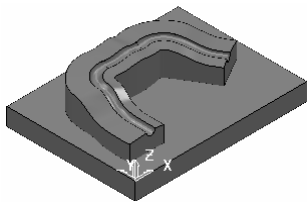

图 2-246 打开范例文件
2) 选择下拉菜单中的“文件”→“打开项目”命令，弹出“打开项目”对话框，选择“exercise22”（“随书光盘:\第2章\exercise22\uncompleted\exercise22”）文件，如图 2-246 所示。